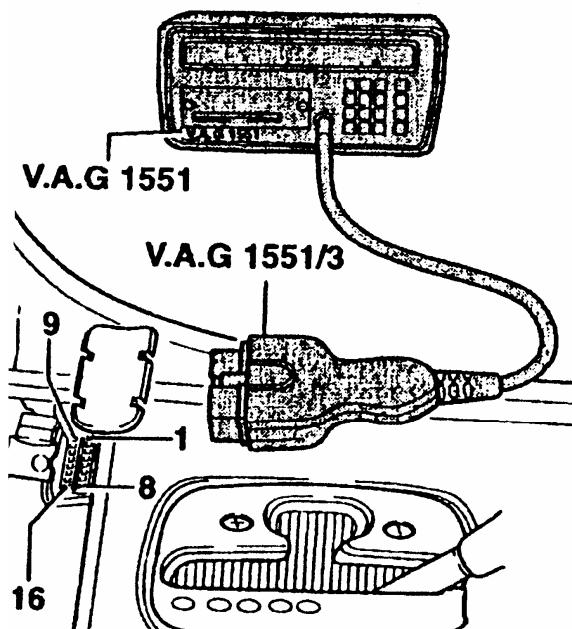

图 13-80 连接故障阅读仪
(4) 取下自诊断插头护板。关闭点火开关, 用 V.A.G1551/3 将故障阅读仪接到自诊断插头上, 如图 13-80 所示。显示屏显示: